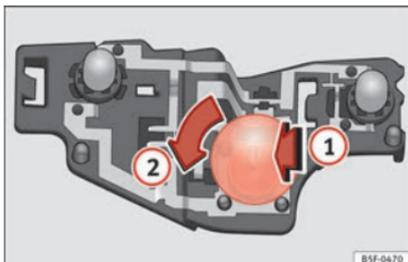

Abb. 114 Position der Glühlampen am Lampenträger.
- Drücken Sie die Lampe leicht in den Lampenträger **1**, drehen Sie sie anschließend nach links **2** und nehmen Sie die defekte Lampe heraus **» Abb. 114**.